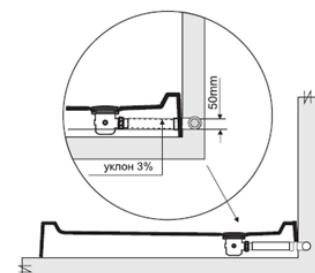

Рис.1
**ВНИМАНИЕ!** Монтаж душевой кабины производится только на полностью подготовленное место (рис. 1,2).
7. Для обеспечения слива воды из поддона канализационная труба должна быть ниже dna поддона. Уровень канализации не должен превышать 30 мм от пола до центра канализационной трубы (рис.1).